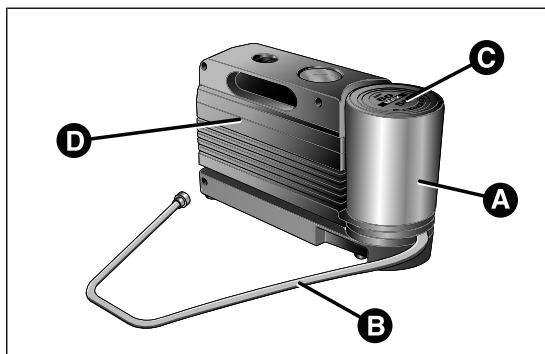

fig. 154
- ☐ una bombona A fig. 154 con líquido sellante, con: